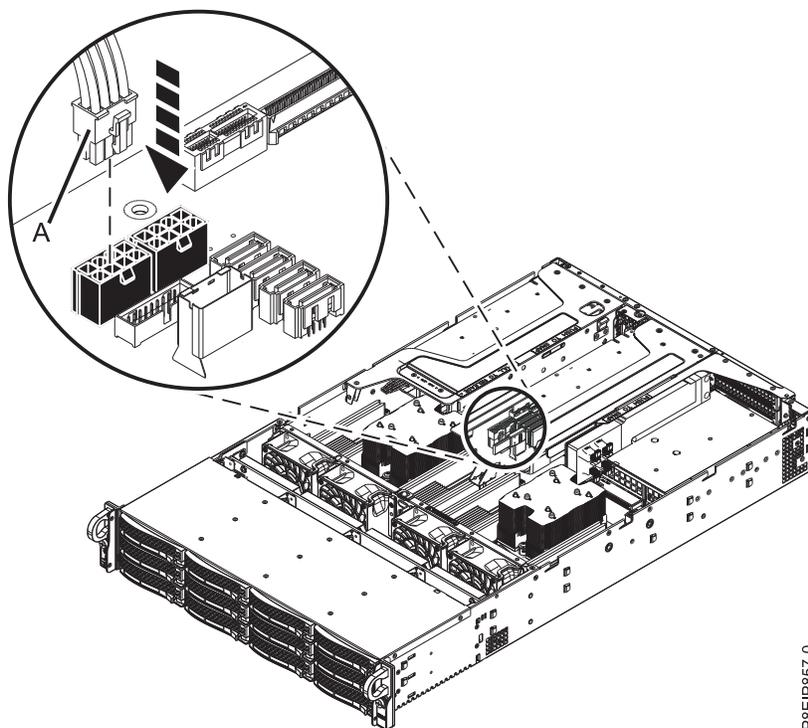

Abbildung 64. Netzkabel des Grafikprozessors anschließen
- i. Wenn sich an Position 5 ein Grafikprozessor befindet, schließen Sie das Netzkabel des Grafikprozessors (**A**) an die Systemrückwandplatine an (siehe Abb. 64).